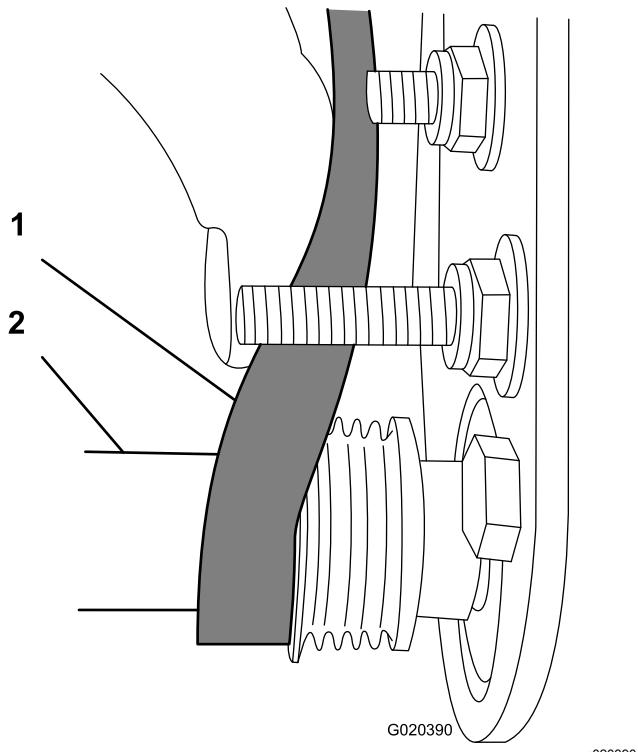

Figure 27
- Avec une clé à douille profonde de 9/16 pouce, tournez la brosse et guidez la courroie sur la poulie menée (Figure 27).